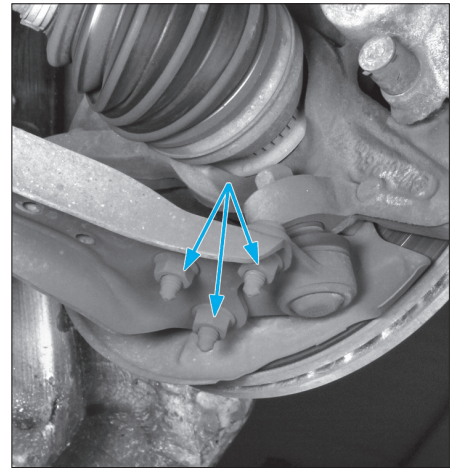

FIG. 60
- les écrous de fixation (Fig.60).